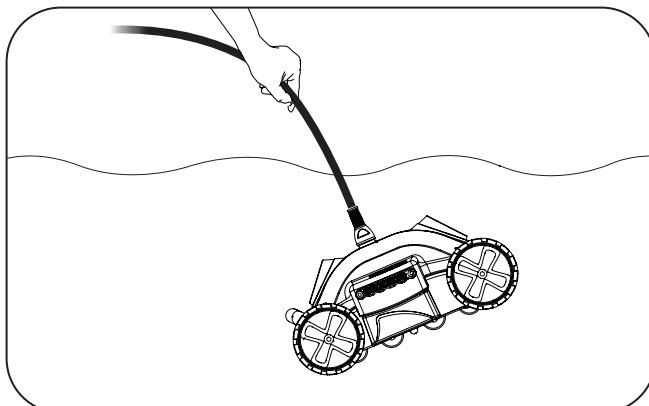

Figure 11. Tirer le robot nettoyeur jusqu'à la ligne de flottaison
2. Soulever délicatement le robot nettoyeur jusqu'à la ligne de flottaison (Figure 11).